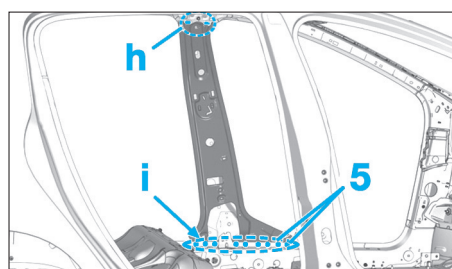

FIG. 77
- par cordon continu zone (h) (Fig.77),